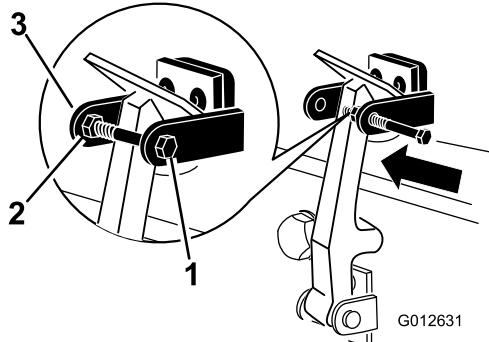

图 8
7. 将螺栓拧入机罩闩锁支架的另一个臂直至将闩锁锁定到位 (图 8)。牢固拧紧螺栓但不要拧紧螺母。